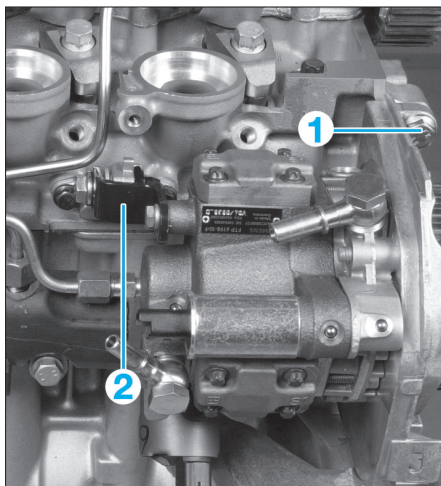
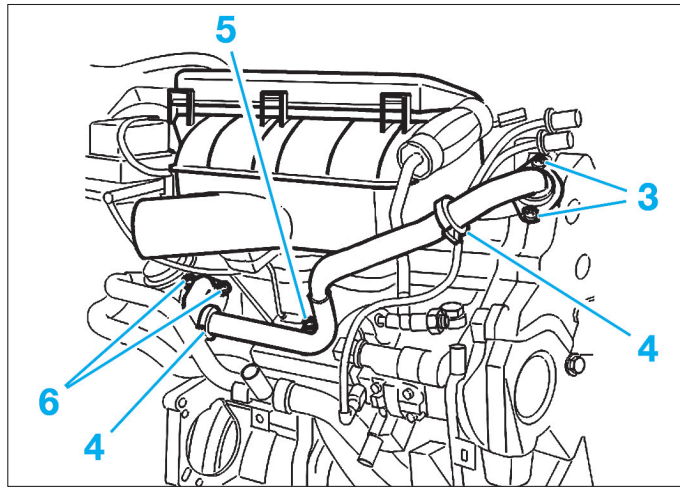

Fig. 52
Fig. 51
- les 2 vis (6) (Fig.51) de la vanne EGR,
- les vis (3),
- la vis (5),
- les colliers (4),
- les fixations supérieures (1) et (2) (Fig.52) de la pompe haute pression,